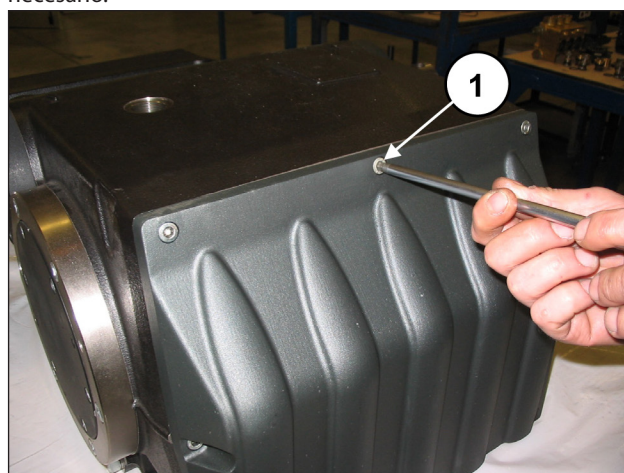

Fig. 9
Aflojar los tornillos de fijación de la tapa del cárter (pos. ①, Fig. 9) y desmontarlo. Extraer la junta tórica y sustituirla si es necesario.